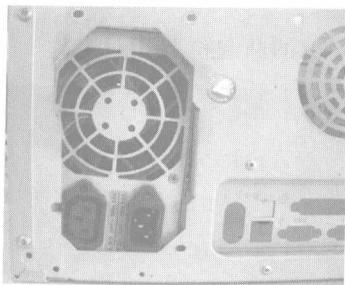

图 1.19 定位电源
- 确定好电源放入机箱的位置及方向,将电源放入机箱,通常位于机箱尾部的上端。如图 1.19 所示。